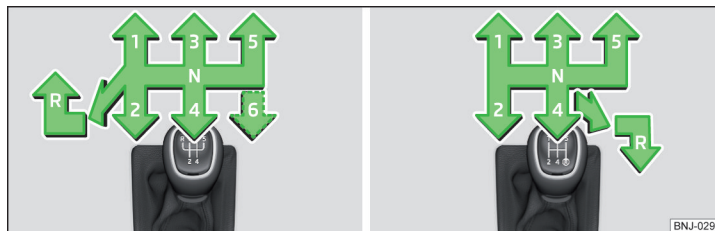

Fig. 197 Esquema de marchas: Variante 1 (transmisión de 5 / 6 marchas) / Variante 2 (transmisión de 5 marchas con el motor MPI 1,0 l)
Sobre la palanca de cambio se presenta el esquema de cambio para cada posición de cambio » fig. 197.
- » Presionar hacia abajo la palanca del cambio y colocarla completamente hacia la izquierda y luego hacia adelante en la posición **R** » **fig. 197.**